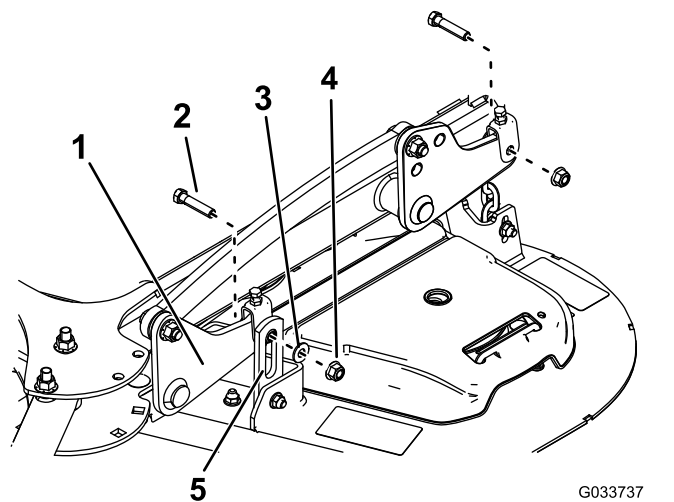

**Figure 74**
4. Retirez les 2 boulons et les 2 écrous qui relient le support de renfort au cadre (Figure 74).
4. Fixez le support de renfort au cadre à l'aide des 2 boulons et des 2 écrous que vous avez conservés (Figure 74).